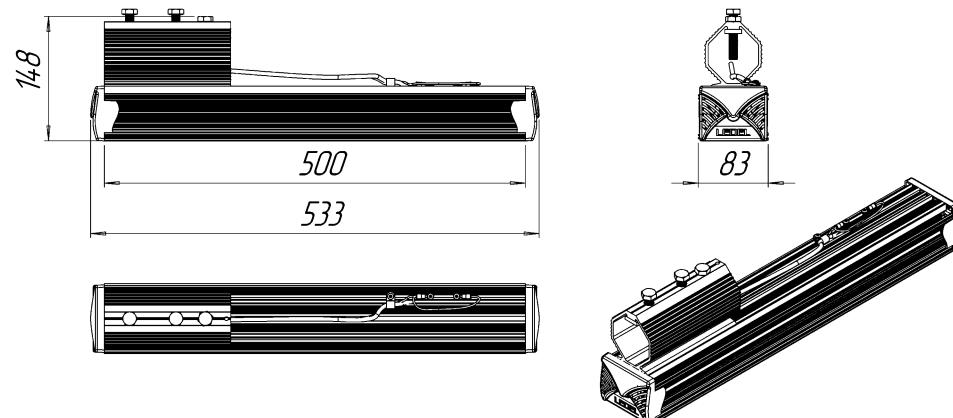

Рисунок 1 Габаритные размеры светильника «L-street 24 Standart»
- a) Ослабить фиксирующие болты (кроме ограничительного болта, см. рис. 1);